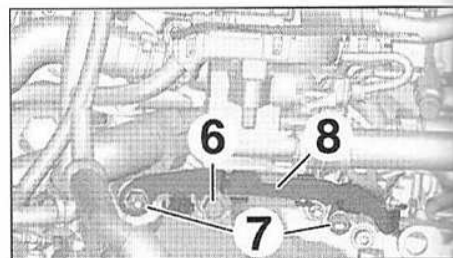

FIG.69
- Déposer (Fig.69) :
- l'écrou (6),
- les vis (7),
- le support (8) du faisceau électrique.